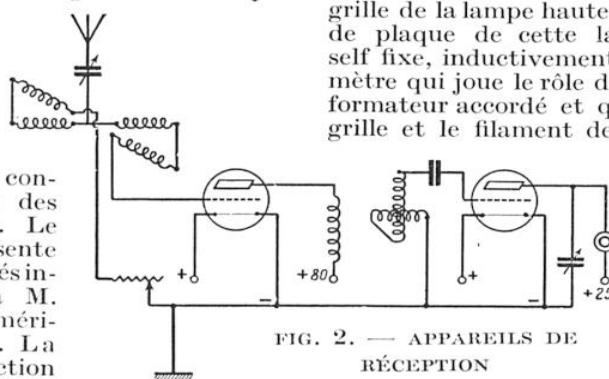

FIG. 2. — APPAREILS DE RÉCEPTION
*Appareils de réception* (fig. 2). — L'antenne est accordée par un condensateur variable en série et par un variomètre, constitué, en réalité, par la moitié du rotor et la moitié du stator d'un variomètre ordinaire montées en série. Dans le circuit antenne-terre, se trouve une résistance variable destinée à augmenter l'amortissement de ce circuit et à arrêter à volonté les oscillations de la lampe haute fréquence. L'autre moitié du variomètre accorde automatiquement la grille de la lampe haute fréquence. Le circuit de plaque de cette lampe comprend une self fixe, inductivement couplée à un variomètre qui joue le rôle de secondaire de transformateur accordé et qui est placé entre la grille et le filament de la lampe détectrice.